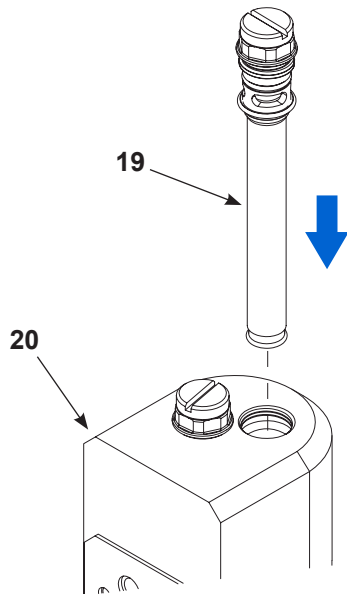

Figura 25 Fixați tubulatura de fluidizare la colector
5. Vezi figura 25. Introduceți tubul de fluidizare asamblat (19) în partea superioară a colectorului de purjare (20). Fixați bine tuburile la colector.